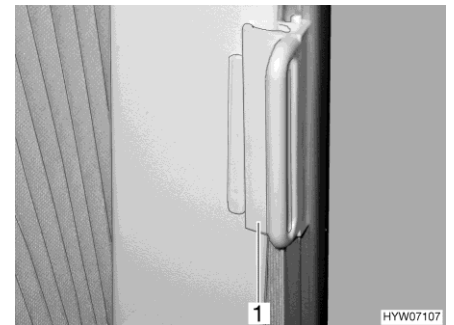

Fig. 46 Bloqueo para estor plegable
- Asegurar:** ■ Desplazar el tirador (Fig. 46,1) hasta la pieza sobrepuesta. El estor plegable queda asegurado.